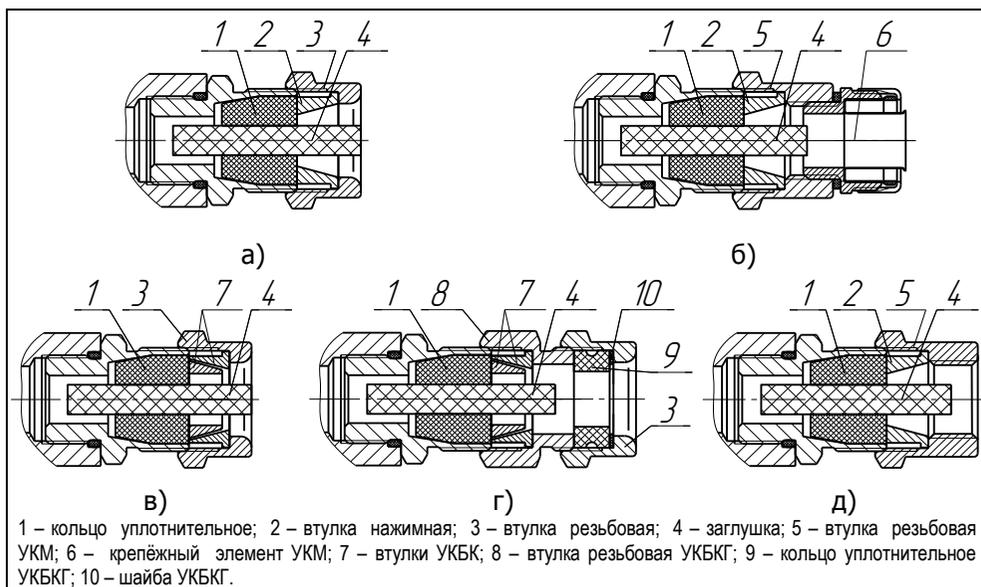

Рисунок 3 – Элементы кабельных вводов:
1.4.3 Корпуса изготавливаются с кабельными вводами **D12** и **D18** (см.рисунок 3). Кабельный ввод крепится к корпусу с помощью резьбового соединения.
Кабельный ввод, изготавливаемый по умолчанию, (см. рисунок 3, а) содержит кольцо уплотнительное 1, втулку нажимную 2, втулку резьбовую 3, заглушку 4.
Варианты исполнения кабельных вводов с устройством крепления металлорукава содержат втулку резьбовую 5 с резьбой под крепёжный элемент 6, в котором фиксируется металлорукав (см. рисунок 3, б). Кабельный ввод **D12** имеет варианты исполнения **УКМ10**, **УКМ12**, **УКМ15** и **УКМ20** для крепления металлорукава с внутренним диаметром 10, 12, 15 и 20 мм соответственно. Кабельный ввод **D18** имеет вариант исполнения **УКМ20** для крепления металлорукава с внутренним диаметром 20 мм.
Варианты исполнения кабельных вводов с устройством крепления бронированного кабеля содержат втулки 7 (см. рисунок 3, в). Фиксация брони кабеля осуществляется между втулками 7 при наворачивании втулки резьбовой 3. Кабельный ввод **D12** имеет вариант исполнения **УКБК16** для крепления бронированного кабеля с наружным диаметром до 16 мм. Кабельный ввод **D18** имеет варианты исполнения **УКБК21** для крепления бронированного кабеля с наружным диаметром до 21 мм. Варианты **УКБК** обеспечивают надежное электрическое соединение брони кабеля с корпусом уровнемера.
Варианты исполнения кабельных вводов с герметизированным устройством крепления бронированного кабеля (см. рисунок 3, г) содержат втулки 7 для фиксации брони кабеля при наворачивании втулки резьбовой 8, а также кольцо уплотнительное 9, шайбу 10 и втулку резьбовую 3 для герметизации по оболочке кабеля. Данный вариант кабельного ввода комплектуется двумя кольцами уплотнительными 9. Одно кольцо устанавливается в кабельный ввод, другое прикладывается. Каждое кольцо имеет свой диапазон допустимых наружных диаметров монтируемого кабеля. Кабельный ввод **D12** имеет вариант исполнения **УКБКГ16** для крепления бронированного кабеля с
Варианты исполнения кабельных вводов с устройством крепления трубы содержат втулку резьбовую 5 с внутренней резьбой под крепление трубы (см. рисунок 3, д). Кабельный ввод **D12** имеет вариант исполнения **УКТ1/2** для крепления трубы с наружной резьбой G 1/2. Кабельный ввод **D18** имеет вариант исполнения **УКТ3/4** для крепления трубы с наружной резьбой G 3/4.